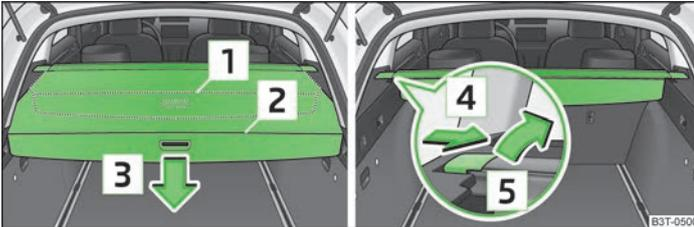

Abb. 69 Gepäckraum: aufrollbare Gepäckraumabdeckung / aufrollbare Gepäckraumabdeckung ausbauen
- › Die aufrollbare Gepäckraumabdeckung bis zum Anschlag in die gesicherte Stellung » Abb. 69 ziehen.
- › Die Abdeckung im Griffbereich in Pfeilrichtung » Abb. 69 drücken, die Abdeckung rollt sich automatisch in die Stellung auf. Durch erneutes Drücken wird die Abdeckung vollständig aufgerollt.
- › Zur Beförderung von sperrigem Gut kann die vollständig aufgerollte Gepäckraumabdeckung ausgebaut werden, indem auf der Seite der Querstange in Pfeilrichtung gedrückt » Abb. 69 und die Abdeckung mit einer Bewegung in Pfeilrichtung herausgenommen wird.
- › Die Gepäckraumklappe öffnen. Die aufrollbare Gepäckraumabdeckung rollt sich automatisch in die Stellung auf » Abb. 69 auf Seite 79.